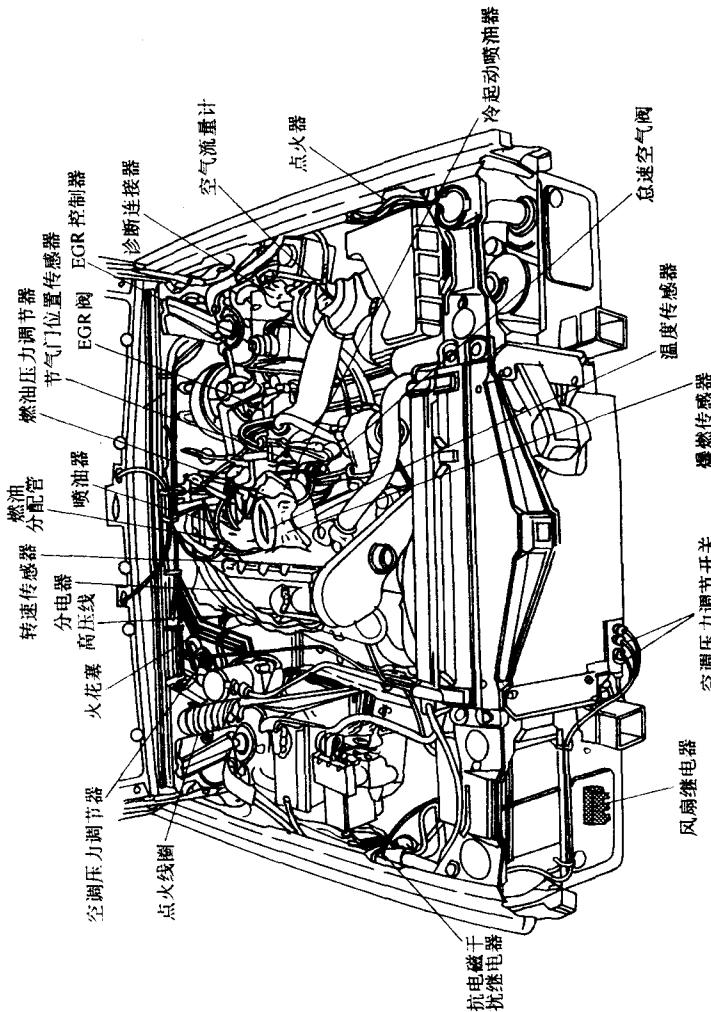
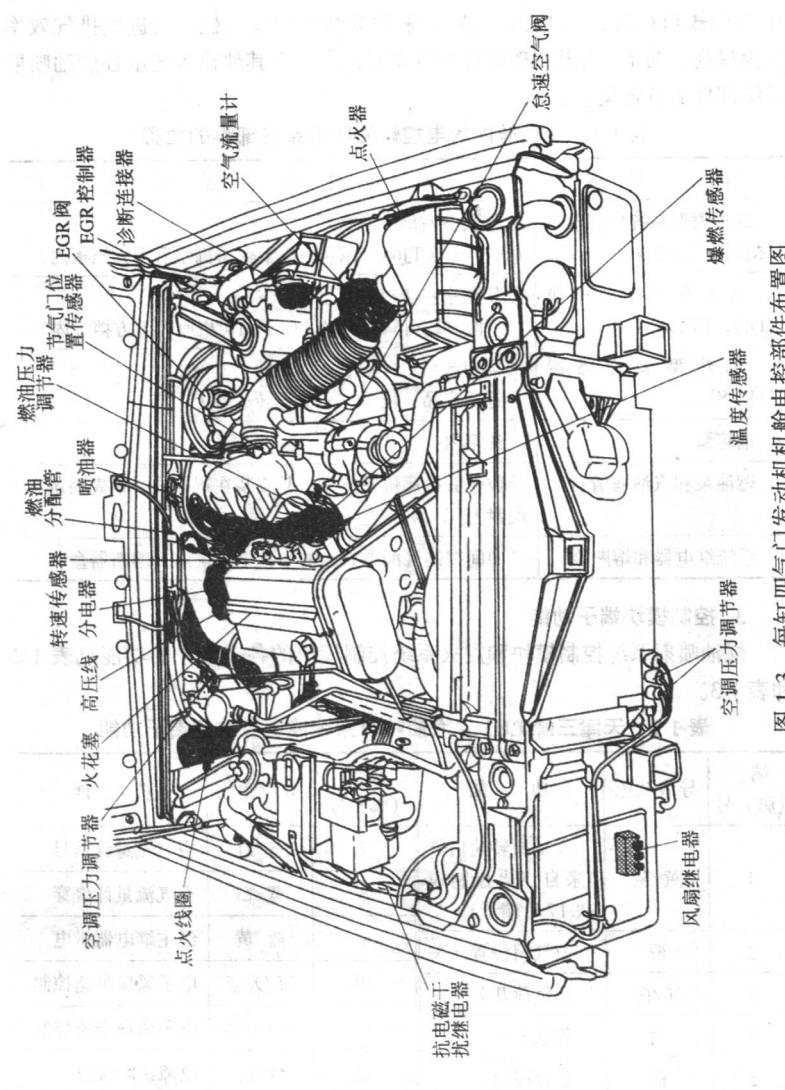

图 1-2 每缸两气门发动机机舱电控部件布置图
图 1-3 每缸四气门发动机机舱电控部件布置图
两气门发动机（单凸轮轴发动机）多采用一个冷起动喷油器，图 1-2 为机舱电控部件布置图；②每缸四气门发动机，即 B2□4 系列发动机（有 4 缸 16 气门式和 6 缸 24 气门式两种），采用双凸轮轴发动机，其进气排气效率大为提高，图 1-3 为机舱电控部件布置图。装在其他位置的电控燃油喷射系统部件的位置见表 1-1。